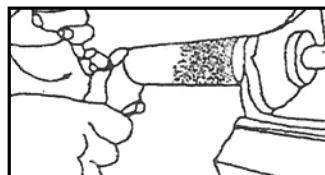

FIG 3
Actionner l'interrupteur de pression (3) pour relâcher la pression en continu dans le tube de pression, puis retourner simplement le corps de l'étrier à l'aide du levier (4). Voir FIG 3. (Le faire au préalable afin de s'assurer du sens horaire ou anti-horaire d'actionnement du levier pour fixer le corps de l'étrier. S'assurer également à l'aide de l'interrupteur de pression que l'outil dispose d'une pression suffisante pour ne pas se dégager.)